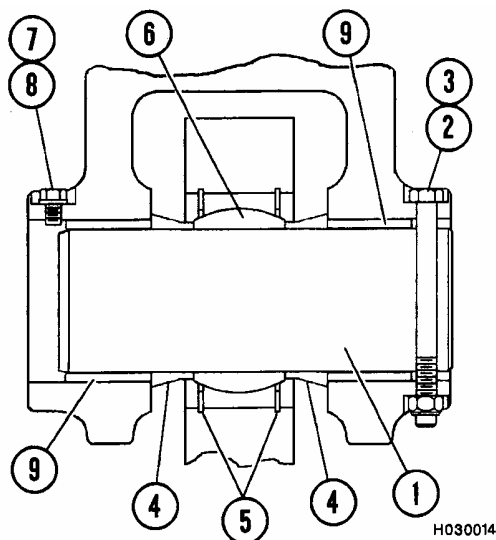

FIGURA 3-3. PASADOR DE MONTAJE DE LA SUSPENSION
1. Inspeccione las camisas de la cavidad de montaje (9, Figura 3-3) y los espaciadores del rodamiento por si presentaran daño y desgaste. Revise el ajuste de los pasadores en las cavidades antes de montar la suspensión. Cambie las partes gastadas o dañadas.
3. Posicione la argolla de la suspensión superior y el rodamiento esférico entre las oreja en el chasis, como se muestra en la Figura 3-3. Oriente el cilindro de modo que la válvula de carga enfrente el cilindro de la suspensión opuesto, como se muestra en la Figura 3-1.
5. Alinee el orificio del perno de retención en el pasador (1, Figura 3-3) con el orificio en la cavidad de montaje. Introduzca el pasador lo suficiente para sostenerlo en posición.
6. Inserte el espaciador (4) y continúe introduciendo el pasador a través del rodamiento esférico. Inserte el espaciador restante y siga introduciendo el pasador hasta que el orificio del perno de retención quede alineado con el orificio en el pasador.
7. Instale el perno (2) y la tuerca fijadora (3). Apriete a **465 N•m (343 ft lbs)**. Si es necesario una mayor alineación del perno y el orificio, instale una herramienta de desmontaje para pasadores en el pasador. Use la herramienta junto con una llave grande u otro dispositivo adecuado para alinear los orificios del perno de fijación.
3. Retire el sensor de presión (15).
4. Retire los guardafangos (8).
5. Con la suspensión en posición vertical (varilla del pistón hacia abajo), retire el tapón de drenaje (18) y drene el aceite de la suspensión. Un cilindro de la suspensión trasera debidamente cargado contiene 54.5 L (14.4 galones) de aceite.
6. Gire el cilindro en 180°. Retire los pernos (6) y las golillas (7). Saque la varilla del pistón (9) de la caja (1).
7. Retire el retén del rodamiento (5) del pistón. Retire el rodamiento (4). Retire los sellos, el anillo de goma y el anillo de respaldo del retén del rodamiento (5). Deseche el anillo de goma y el anillo de respaldo.
8. Retire el rodamiento (3) del pistón.
9. Si los rodamientos esféricos (6, Figura 3-3) deben ser cambiados, saque los anillos de retén (5), y presione el rodamiento de la cavidad del cilindro.
1. Si lo desmontó, instale el rodamiento esférico (6, Figura 3-3) en la argolla de la varilla del pistón y la caja del cilindro.
2. Instale los anillos de retención (5) para asegurar los rodamientos.